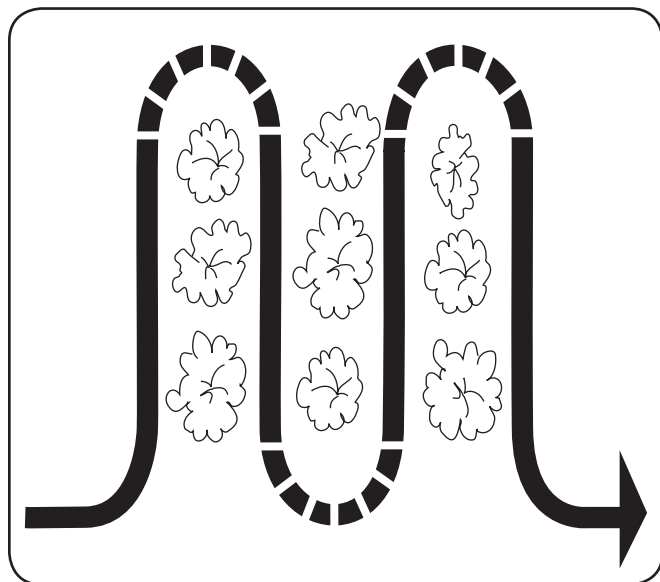

Figura 5-6
- Cuando el cultivo (ruptura de la superficie del suelo alrededor de las plantas para destruir las malezas, vea la Figura 5-6), ajuste los dientes para cavar sólo 1 "a 2" de profundidad. El uso de la profundidad de labranza poco profunda ayuda a prevenir lesiones a las plantas cuyas raíces crecen a menudo cerca de la superficie. Si es necesario, levante el manillar ligeramente para evitar que los dientes cavén demasiado profundo. (Cultivando sobre una base regular no sólo elimina las malas hierbas, también afloja y airea el suelo para una mejor absorción de humedad y más rápido crecimiento de la planta.) Irrigación la zona de jardín de unos pocos días antes de la labranza hará más fácil la labranza, como dejando que el suelo recién trabajado establecido por un día o dos antes de tomar una, pasada final labranza profunda.